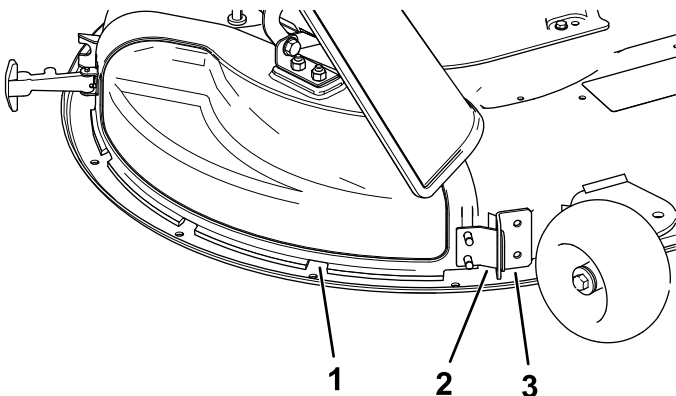

Figuur 12
3. Maak de buigbare vergrendeling los van de grendelhouder op de afvoerafsluiter en kantel de afvoerafsluiter naar rechts (Figuur 12).
6. Bevestig de afvoerafsluiter aan het maaidek door de buigbare vergrendeling op de afvoerafsluiter te bevestigen aan de houder op het maaidek (Figuur 12).